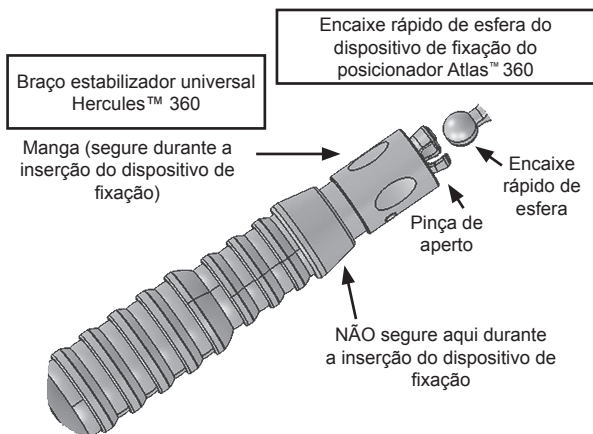

Figura 4 – Fixação do dispositivo de fixação do posicionador Atlas™ 360 no braço estabilizador universal Hercules™ 360
- b. Para ligação ao braço estabilizador universal Hercules 360: Segure a manga do braço estabilizador universal Hercules e pressione a esfera do dispositivo de fixação contra a pinça de aperto do braço estabilizador Universal Hercules (consulte a Figura 4). Verifique se está bem encaixado.